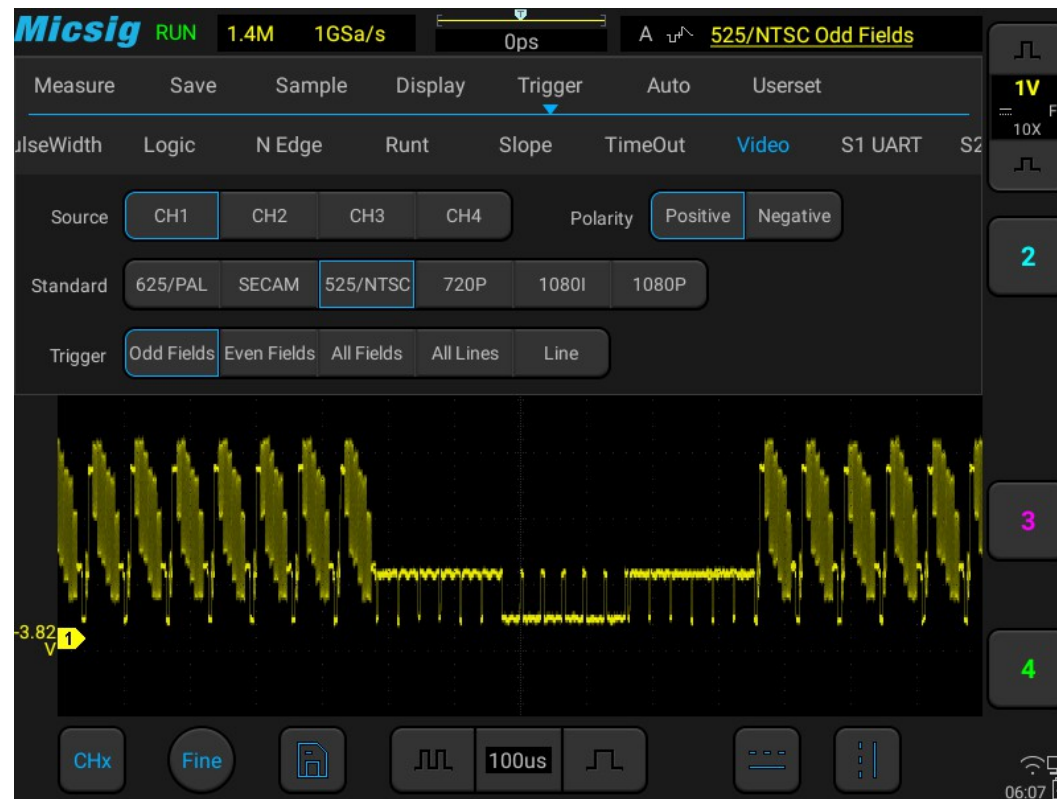

Abbildung 6-30 Videoauslöser
1) Tippen Sie im Hauptmenü auf „Trigger“, um das Trigger-Menü zu öffnen, wählen Sie den Videotrigger im Triggertyp aus und stellen Sie den Videotrigger wie in Abbildung 6-30 gezeigt wie folgt ein: